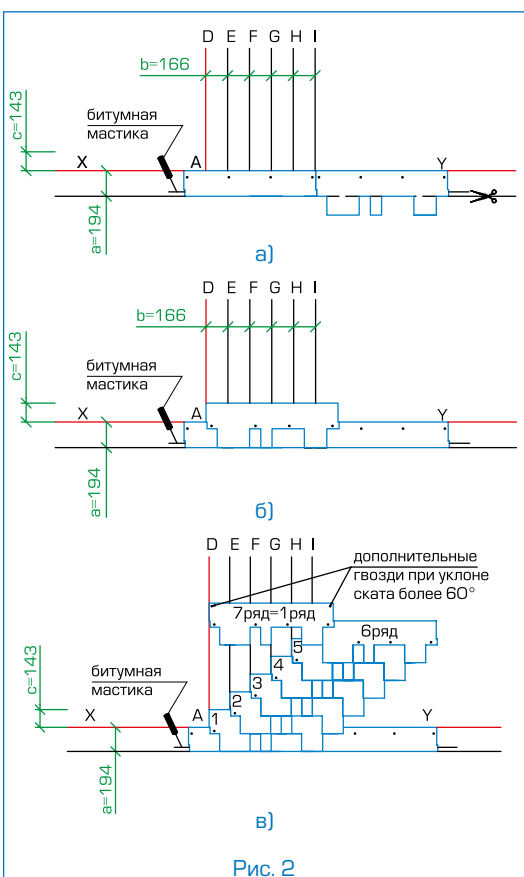

Рис. 2
### Укладка материала (рис. 2)
- Начальный ряд формируется из листов черепицы АЛЬПИН с обрезанными лепестками. Полученные таким образом полосы шириной 19,4 см укладываются по линии карниза в обе стороны от линии I (рис. 2а) и фиксируются по нижнему краю битумной мастикой, а по верхней кромке 4 гвоздями (ось гвоздей на 5 см ниже верхнего края полосы);
- далее первый ряд черепицы укладывается от линии AD (рис. 2б);
- второй ряд укладывается от линии E (со смещением 16,6 см от AD) (рис. 2в);